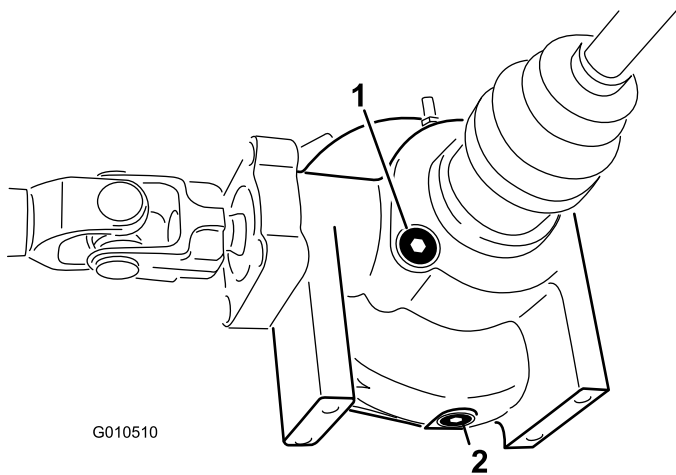

図 18
2. デファレンシャルの側面についている補給・点検プラグの周囲をきれいに拭く (図 18)。